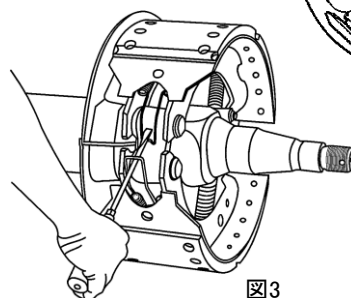

図3
④ アンカー側のリターンズpringを勘合する。
- ・アンカ側のリターンズpring部に大型マイナスドライバーを差し込み、リターンズpringを勘合させる。 図3